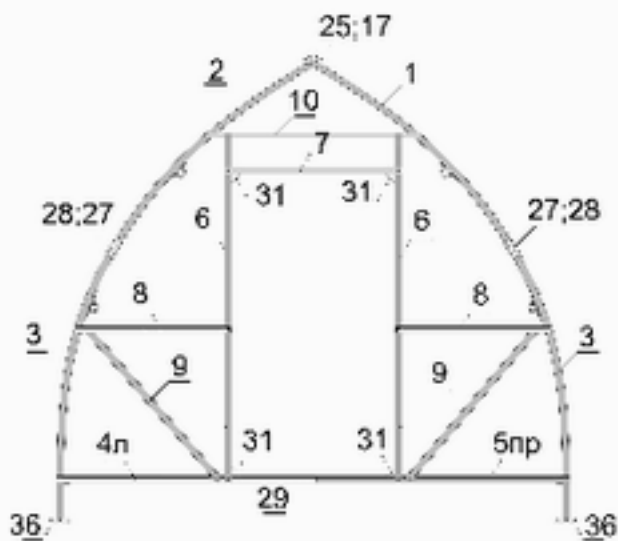

Рис. 1 Торец
3.1.1. Используя вставки №27 и накладки №28 к торцевым дугам №1, саморезами 4,2х16, присоедините торцевые дуги №3 (рис. 1;6).
Присоедините нижнюю обвязку торца к дугам №3 (рис.1).
3.1.8. Поверните торец внутренней стороной теплицы кверху и произведите крепление деталей №8, №9, стоек дверного проёма №6 и перемычки №7 вместе с косынками №31 (рис. 1; 9).